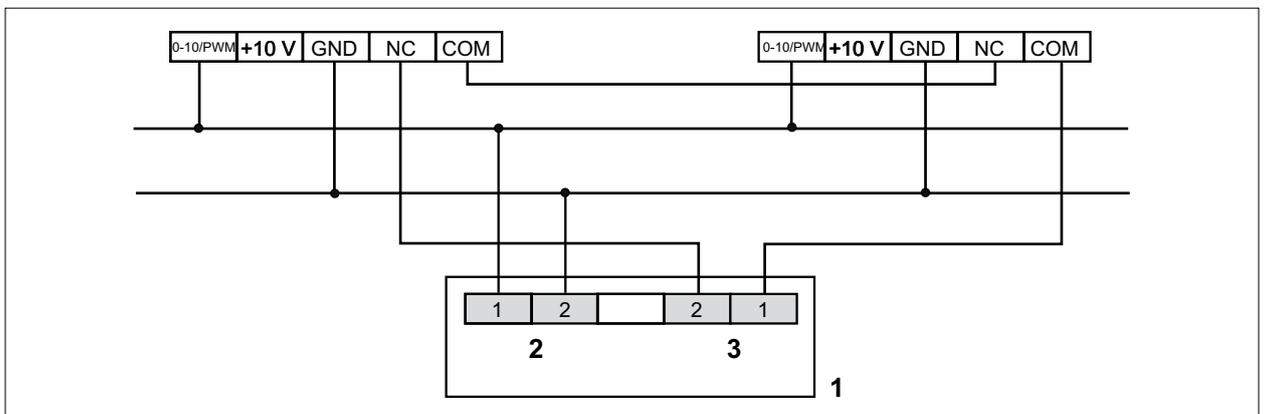

Fig. 6.3 Conectar el esquema de conexión del módulo de ventilación LM2 al aerotermosto LH-EC 40 - 100
- ▶ Fig. 6.3 Conectar el esquema de conexión del módulo de ventilación LM2 al aerotermosto LH-EC 40 - 100 Respetar